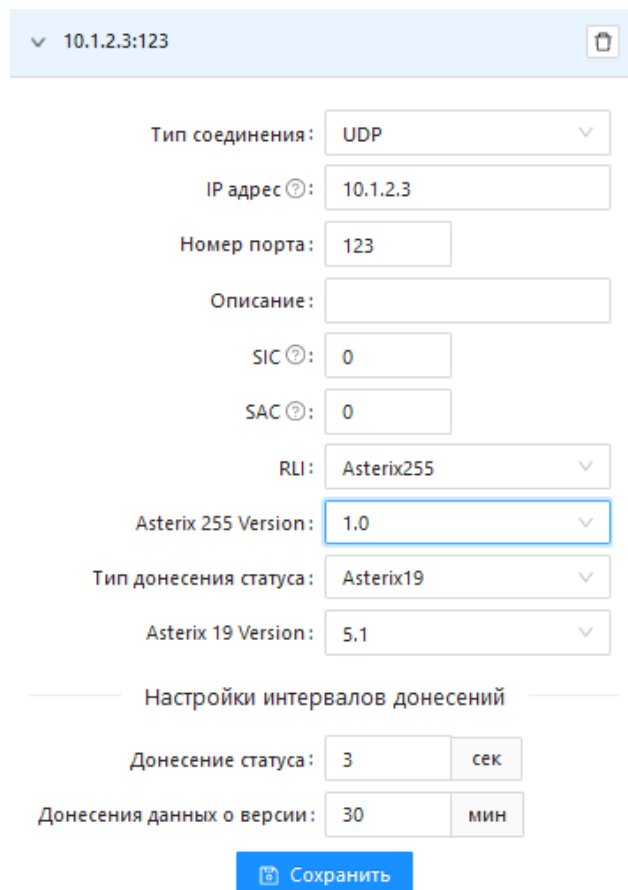

Рисунок 9
3.7.2. Кнопка «Добавить» в рабочей области «Потребители МПСН» предназначена для создания и настройки каналов передачи данных с потребителями радиолокационной информации МПСН. При нажатии с помощью манипулятора на кнопку «Добавить» открывается окно настройки канала передачи данных, которое приведено на рис. 9.